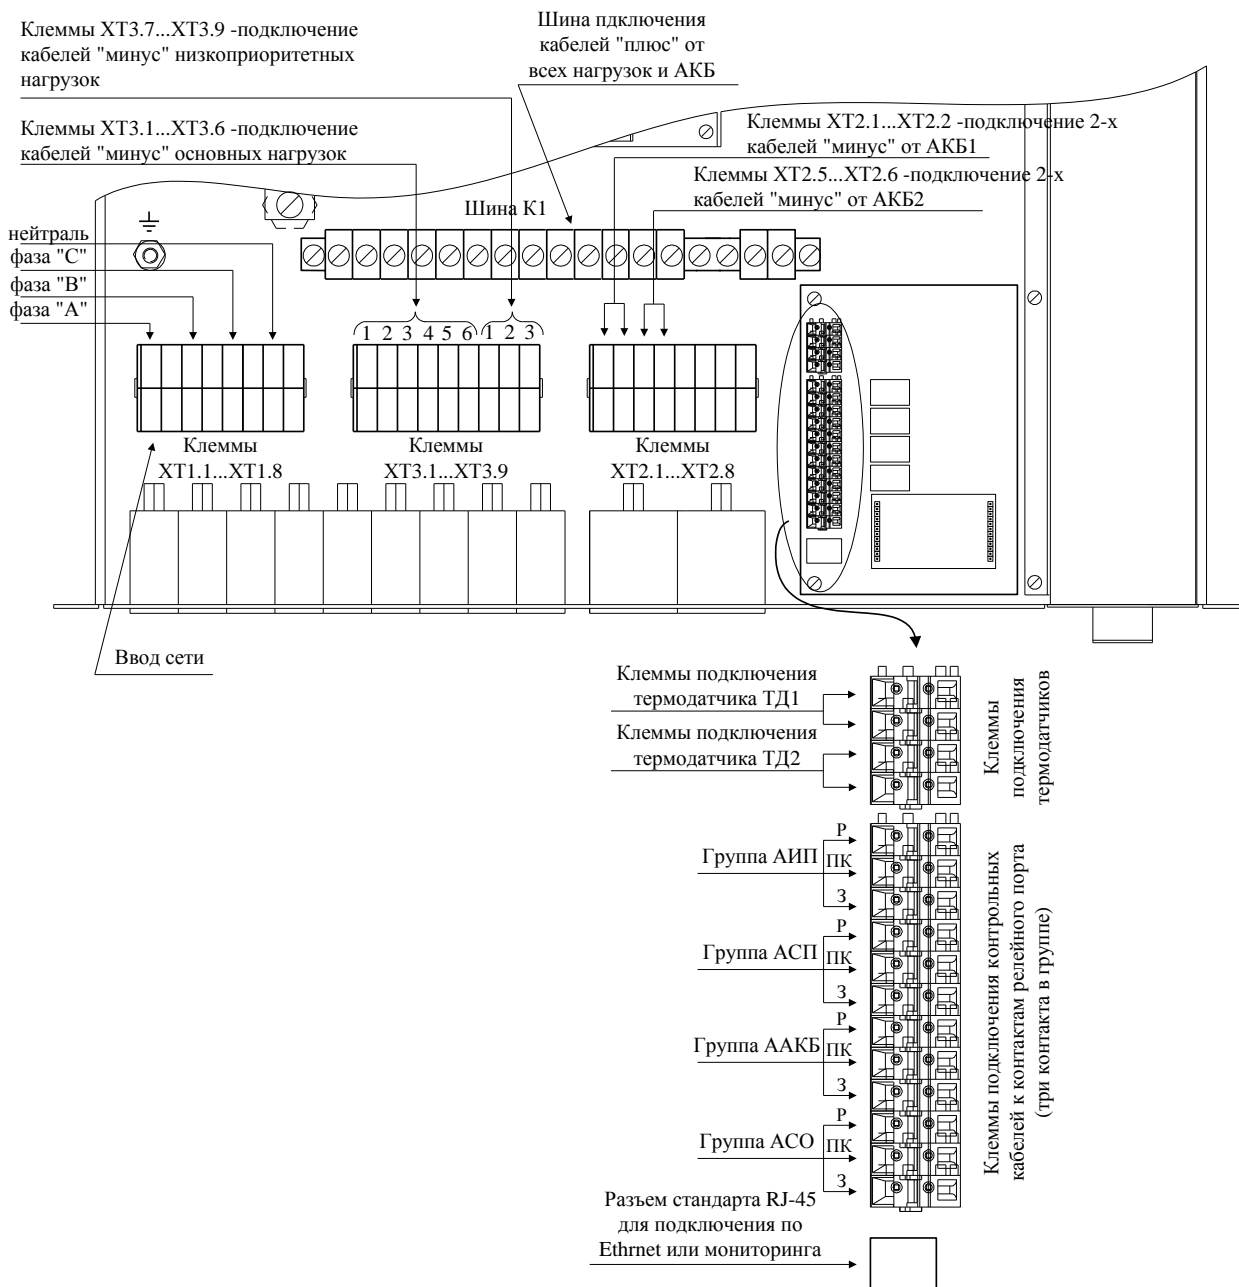

Рис.3.3 Общий вид элементов внешних подключений (верхняя обшивка снята).
3.6.7 Общий вид элементов подвода сетевого напряжения к устройству и распределения нагрузки по потребителям приведен на рис. 3.3.
На плате смонтированы (см. рис.3.3) разъем XS1 для подключения кабеля трансляции сигналов внешнего интерфейса и клеммные зажимы:
Подключение кабелей внешних присоединений к устройству производить в соответствии с указаниями, приведенными на рис.3.3, в последовательности, рекомендуемой ниже: